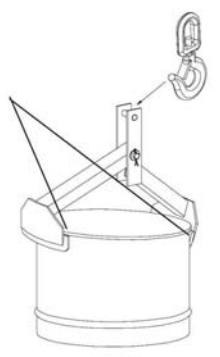

Fig. 2
2.3. Al comenzar la elevación, los dos extremos de la pinza tienden a cerrarse. Compruebe entonces que la pinza está alineada con el diámetro del bidón y que la cuña situada en cada extremo de los dos brazos(1 y 2) está perfectamente posicionada debajo de la pestaña del bidón a elevar. (fig.2).